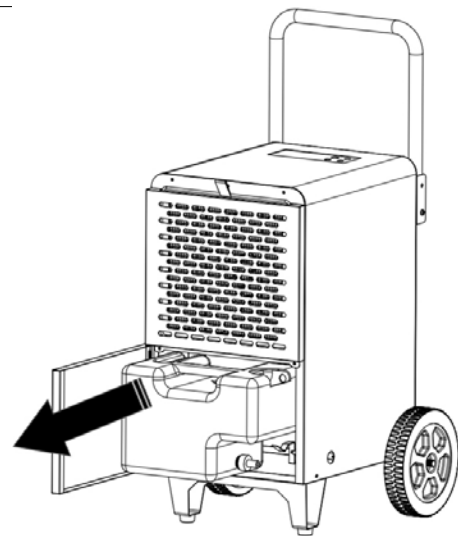

Fig. 7
- Estrarre il contenitore di condensa (fig. 7)